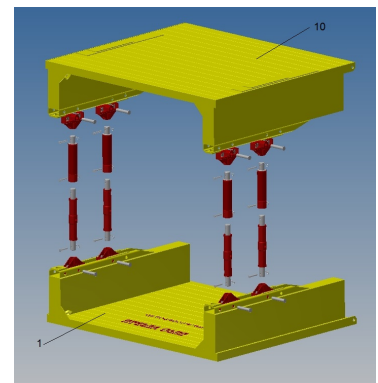

Bild 1a
4. Montage (siehe Bild 1a/1b):
- a) Platte (1) mit den Führungspfosten (2) nach oben auf ebenes waagerechtes Gelände legen.
- b) Vier vorgespannte Federpilze (3) in die Führungsprofile der Führungspfosten einführen. Entsprechende Steckbolzen (4) $d = 43$ mm, $L = 212$ mm in die vorgesehenen Aufnahmelöcher des Führungspfostens stecken und mittels Federstecker sichern. Federpilze durch Lösen der Muttern (5) entspannen.